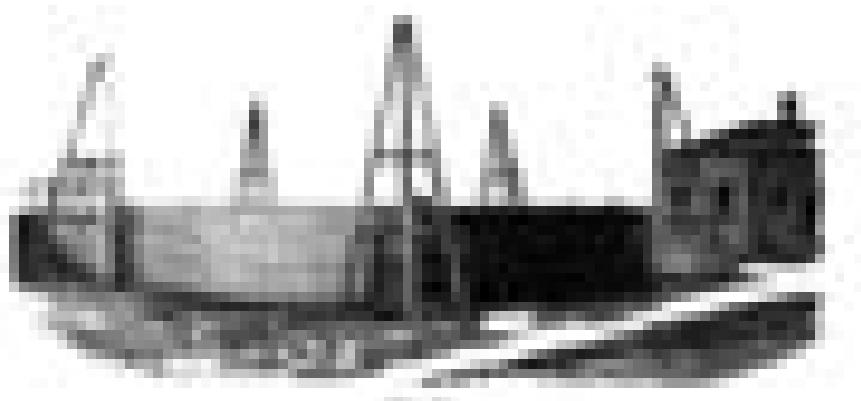

Abb. 1 Einhübiger Gasbehälter mit Dreibeinstützen
- ›Stützengerüst‹ – Nachdem die Stützen anfangs noch mit Holzständern oder sehr schlanken, gusseisernen Hohlsäulen erstellt wurden,⁴ setzten sich gusseiserne Dreibeinstützen durch. Das Beispiel zeigt einen Gasbehälter in Fulham, London, der 1829 mit fünf Dreibeinstützen errichtet wurde (Abb. 1).⁵